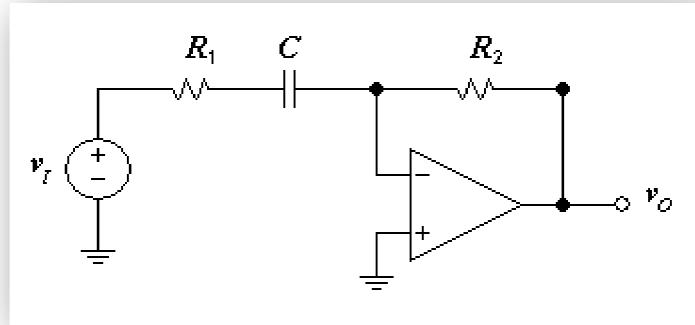
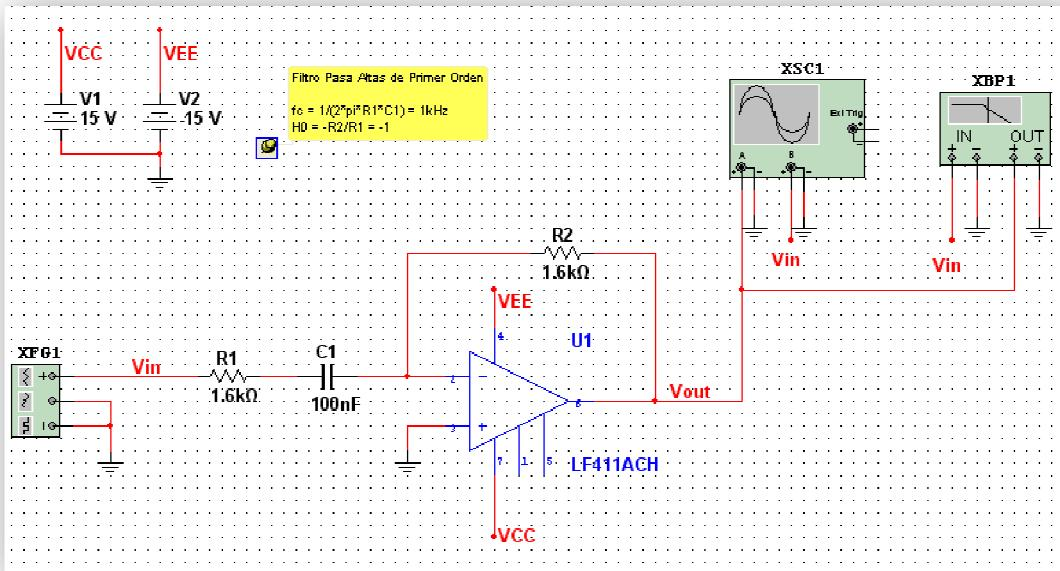

Figura 3-6.11
Figura 3.6-12
Cuando se hace pasar una señal de muy baja frecuencia por el circuito de la Figura 3-6.11, el capacitor se comporta como un circuito abierto y no permite el paso de la señal. En altas frecuencias, el capacitor se comporta como un cortocircuito permitiendo el paso de la señal. Para realizar el cálculo de la frecuencia de corte se utiliza exactamente la misma expresión utilizada en la (Ecuación 3.6-1).
- Conecta el circuito conforme a la Figura 3.6-11 y verifícalo con respecto al circuito mostrado en la Figura 3.6-12